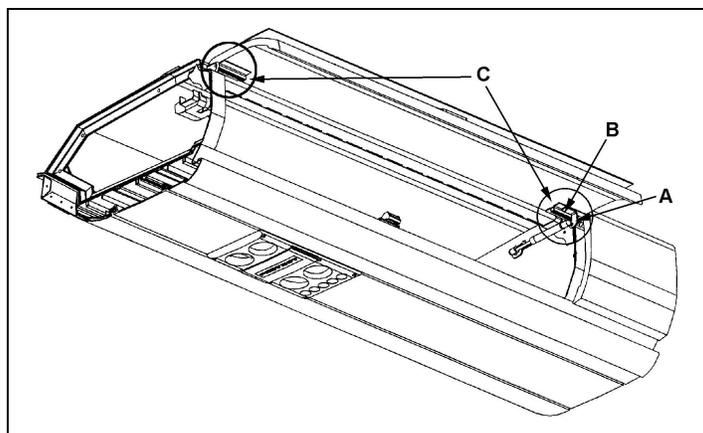

FIGURE1; A: FIXATION DU CYLINDRE DE PORTE, B: VIS DE FIXATION DU PIVOT , C: PIVOT
1. Enlever la porte devant être remplacée. Pour ce faire, démonter l'extrémité du cylindre pressurisé fixé sur la porte (figure 1). Retirer les pivots à chaque extrémité de la porte en dévissant les vis fixant les pivots en place (figure 1).